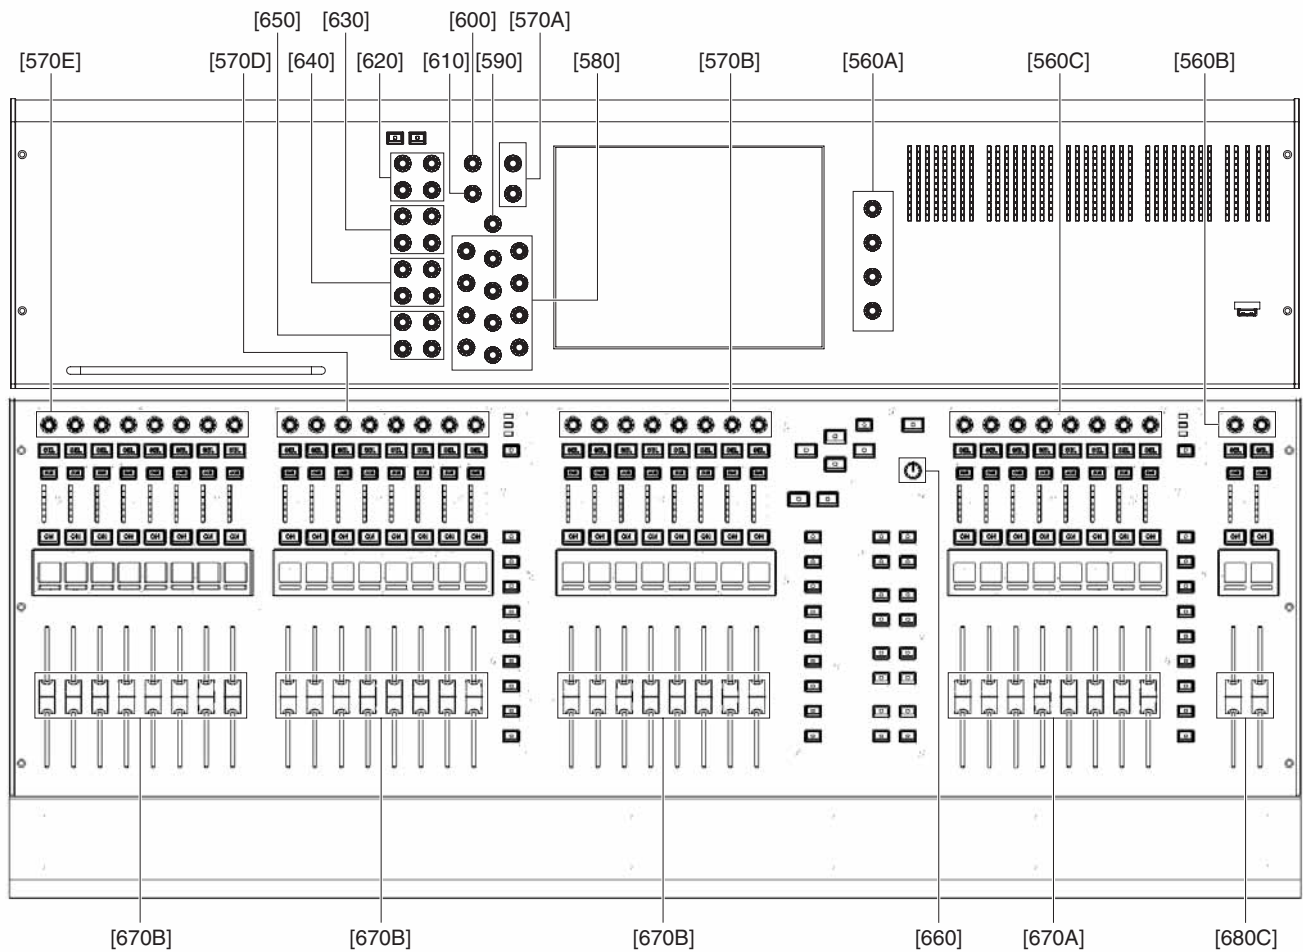

Fig. 7 (図 7)
(Fig. 7)
- B-4-2. [560A] のエンコーダーノブ 4 個を外します。(図 7)
- B-5-2. Remove the two (2) encorder knobs marked [570A], the twelve (12) encorder knobs marked [580], the encorder knob marked [590], the encorder knob marked [600], the encorder knob marked [610], the four (4) encorder knobs marked [620], the four (4) encorder knobs marked [630], the four (4) encorder knobs marked [640] and the four (4) encorder knobs marked [650]. (Fig. 7)
- B-5-2. [570A] のエンコーダーノブ 2 個、[580] のエンコーダーノブ 12 個、[590] のエンコーダーノブ 1 個、[600] のエンコーダーノブ 1 個、[610] のエンコーダーノブ 1 個、[620] のエンコーダーノブ 4 個、[630] のエンコーダーノブ 4 個、[640] のエンコーダーノブ 4 個、[650] のエンコーダーノブ 4 個を外します。(図 7)
- B-7-2. [680C]のフェーダーノブNR2個を外します。(図7)
- B-8-3. [560B] のエンコーダーノブ 2 個を外します。(図 7)
- B-10-2. Remove the eight (8) encoder knobs marked [560C]. (Fig. 7)
- B-12-2. Remove the eight (8) fader knobs NR marked [670A]. (Fig. 7)
- B-13-2. Remove the eight (8) fader knobs NR marked [670B]. (Fig. 7)